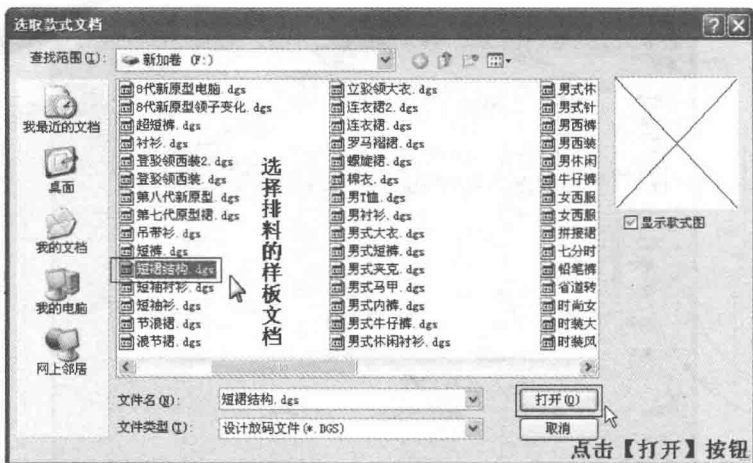

图5-51 【选取款式文档】对话框
(3) 单击【载入】，弹出【选取款式文档】对话框，单击文件类型文本框旁的【三角形】按钮，可以选择要排料的样板文档（图 5-51）。